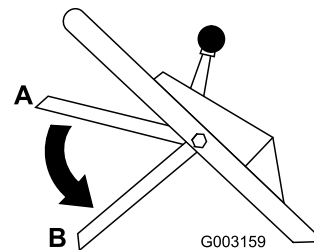

Figura 18
10. Suelte la barra de control; consulte la posición B en Figura 18. Debe oír un ruido fuerte. La cuchilla debe detenerse en tres segundos.
2. Mueva la barra de control a su posición más baja (Posición B en Figura 18).